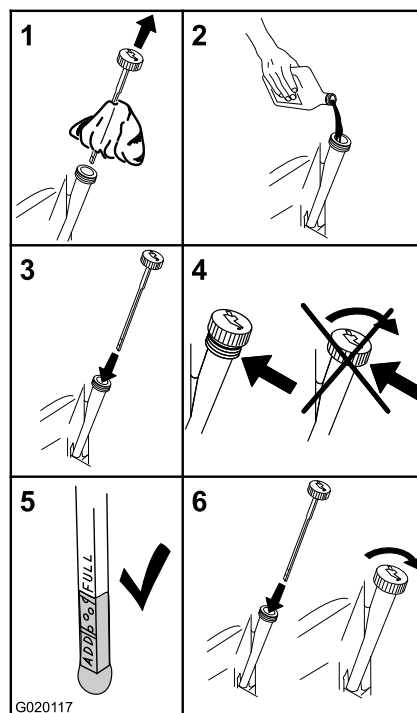

Figure 32
4. Versez lentement environ 80 % de l'huile spécifiée dans le tube de remplissage, puis faites l'appoint lentement jusqu'à ce que le niveau atteigne le repère du plein (Full) (Figure 32).